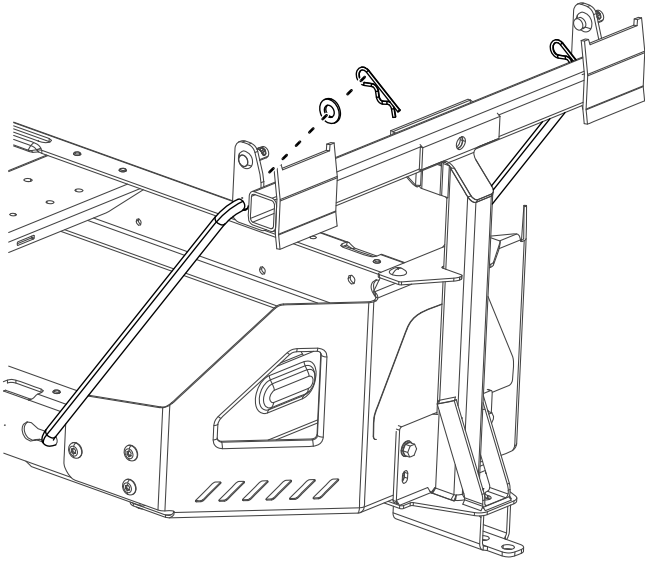

Figura 10
4. Instale el extremo doblado y abocinado de una varilla en la ranura en forma de bocallave del lado izquierdo del bastidor de la máquina, y mueva la varilla hacia atrás para encajarla en el bastidor (Figura 10).
5. Introduzca los extremos doblados de las varillas en la placa de enganche, como se indica en la Figura 10, y sujete el extremo de cada varilla con una arandela y una chaveta.